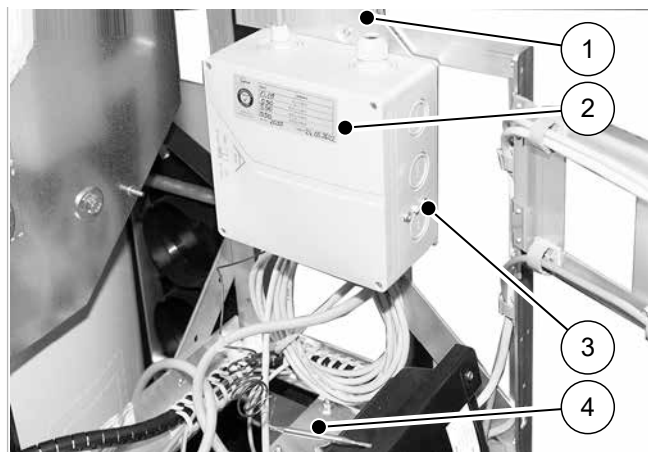

Fig. 8: Caja de conexión para cartucho calefactor, montada
1. Inserte el limitador de temperatura de seguridad (4, → *fig. 8*) en el manguito del cartucho calefactor y sujételo con el conector de muelle adjunto.